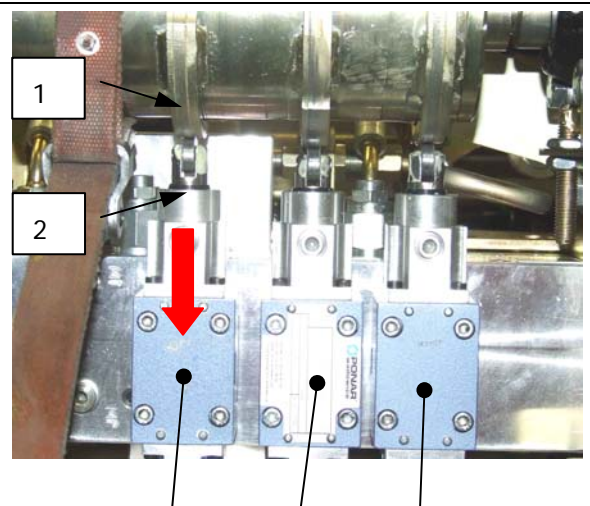

Fig.16
16. ... kunnes korkein lukitusrennas (1) painaa vivun (vasemmalla) kokonaan alaspäin → Fig.16